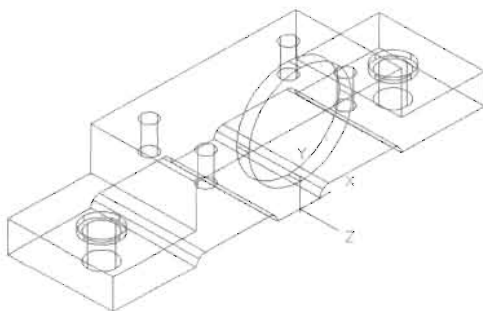

图 14-134
(2) 执行 Cylinder (圆柱体) 命令绘制一个圆柱体, 如图 14-134 所示, 命令执行过程如下。